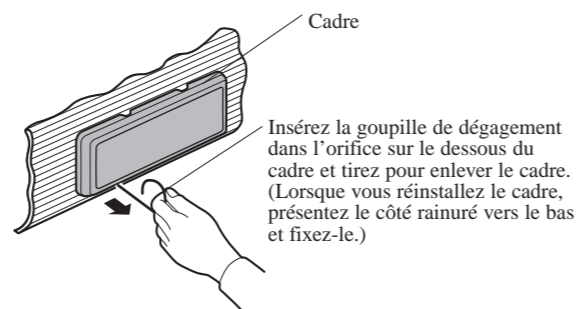
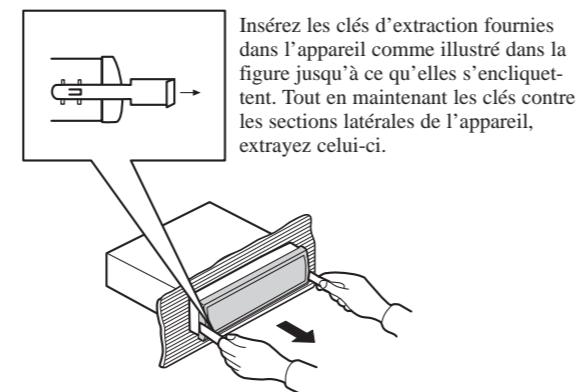

Fig. 5
Fig. 6
**Retrait de l'appareil (Fig. 5) (Fig. 6)**